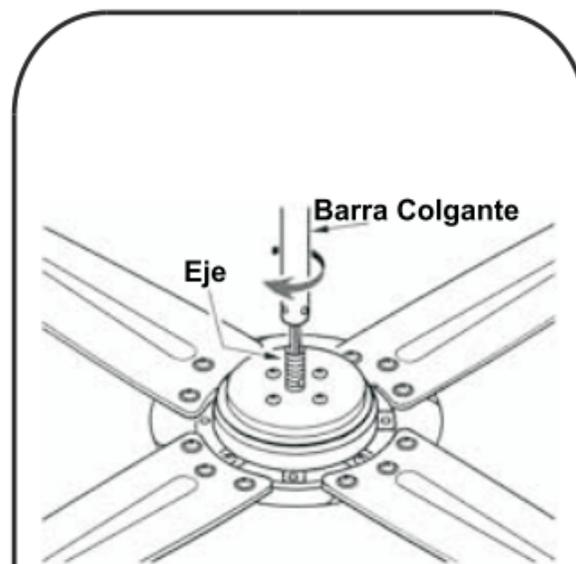
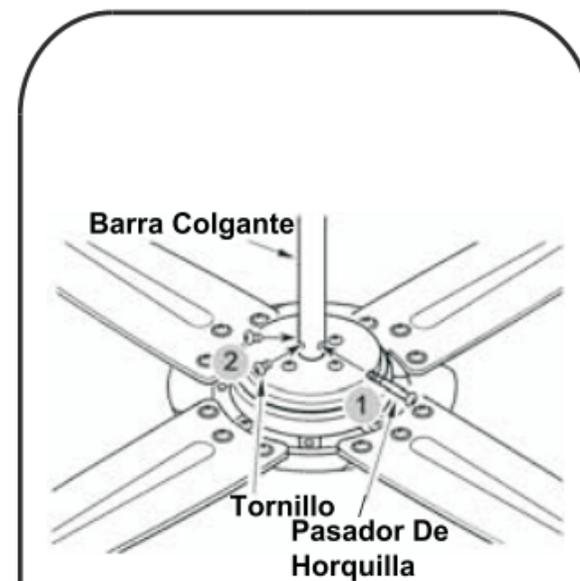

Fig.10
Fig.11
Paso 3: Introduzca la varilla en el hueco del motor, fije los tornillos del set y el pin de la abrazadera. (Fig. 10 y Fig. 11)